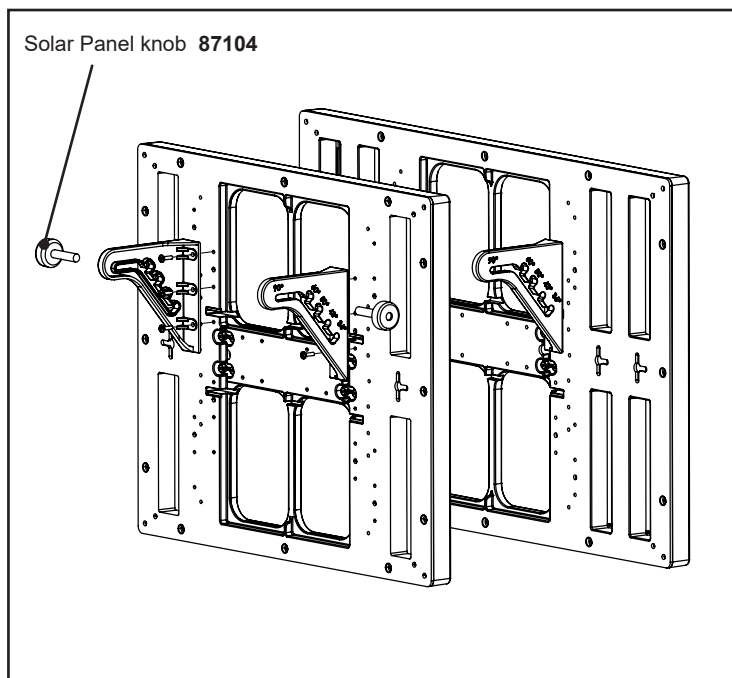

Fig. 2a
A más tardar cuando el acumulador está descargado en un 80% (solo 20% de capacidad de carga) este debe ser recargado para impedir una descarga total. La indicación del acumulador (P.31/FIG 2a/ ①) está encendida:
☞☐☞ ¡Utilice para el servicio en la red de 230V exclusivamente la fuente de alimentación 47PSU0010EU/UK, así como está indicado sobre la placa intermedia en el dispositivo! Tras algunos segundos se escucha un tic-tac uniforme, el dispositivo está en servicio. La indicación de tensión en el vallado (P.31/FIG.2a/ ①) se enciende al ritmo de los impulsos eléctricos. Con la fuente de alimentación se puede cargar con facilidad en servicio paralelo un acumulador de 12V conectado. En caso de interrupción de la alimentación de 230 V el dispositivo se alimenta desde el acumulador.